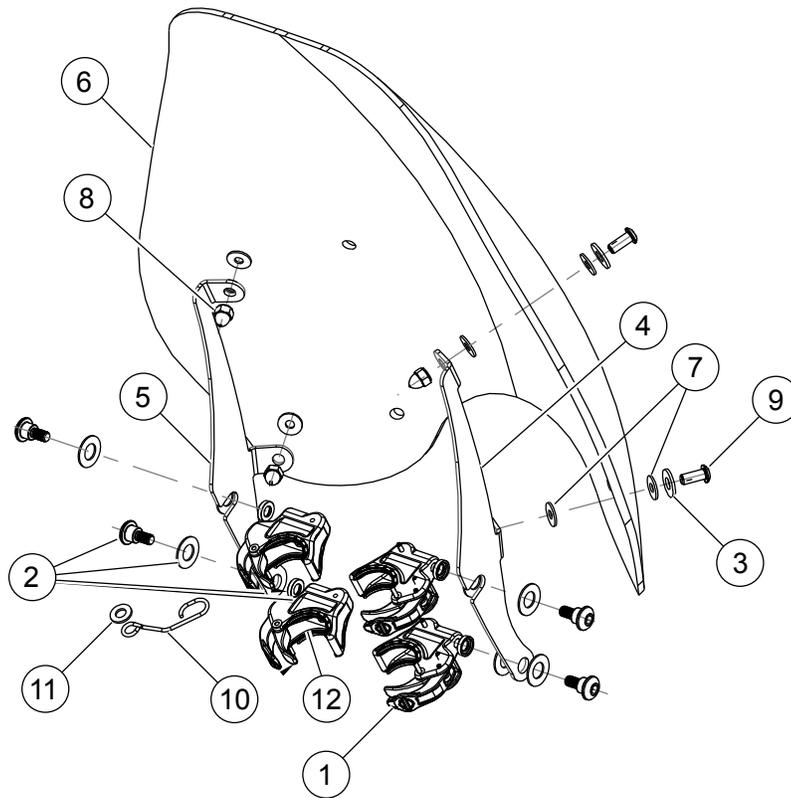

Figure 14. Pièces de rechange : Pare-brise Super Sport
2. Consultez Figure 13 ou Figure 14 . Retirer les kits de bride et de matériel de fixation de l'emballage et séparer les pièces similaires en vue de l'assemblage.